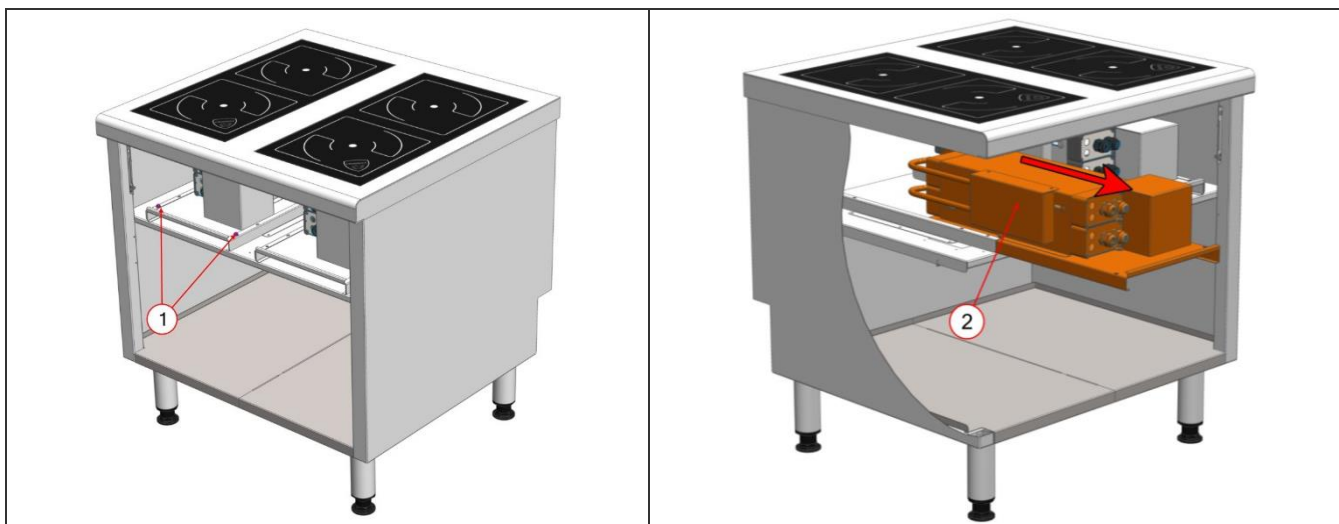

Fig. 8
- Déposer le caisson (Fig8 Rep1) en dévissant les 2 vis à chaque extrémité.
- Sortir le générateur (Fig8 Rep3).